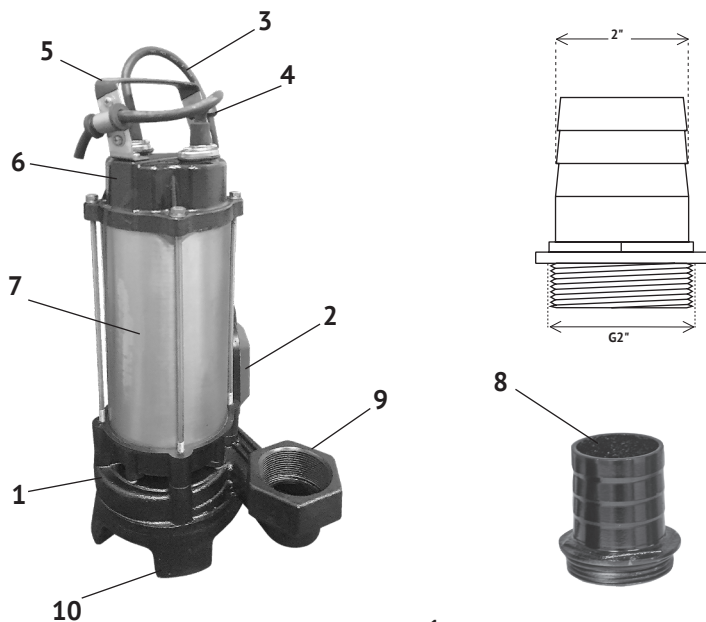
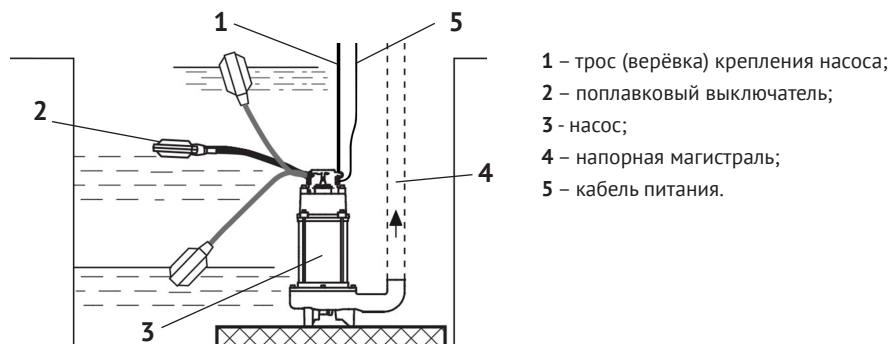

рис. 1
рис. 3
4.1 Общий вид насоса представлен на рис.1
Корпус двигателя (рис.1 поз.7) из нержавеющей стали закреплён между чугунными корпусом насоса (рис.1 поз.1) и крышкой (рис.1 поз.6). Такая конструкция обеспечивает долговечность эксплуатации насоса. Насос подключается к сети кабелем питания со штепсельной вилкой с заземляющим контактом. Насос начинает работу при подключении к сети питания. Термопротектор в обмотке статора отключает насос при повышении температуры обмоток.
Переходной штуцер (рис.1 поз.8) имеет соединение «ёлочка» для подключения шланга напорной магистрали.
6.2 Вкрутите в выходной патрубков (рис.1 поз.9) переходной штуцер (рис.1
6.4 Для установки других пределов регулировки, следует изменить “вылет” поплавка относительно зажима крепления (рис.1 поз.4) на крышке корпуса двигателя (рис.1 поз.6). Проверьте, что уровень воды в пределах поля регулирования по отношению к перекачиваемому объёму, не потребует от насоса 30-ти и более включений в час. Частые коммутации выключателя сокращают срок службы насоса.
6.5 Привяжите верёвку (трос) к рукоятке (рис.1 поз.5) насоса. Кабель питания (рис.3 поз.5) можно закрепить на этой верёвке.
6.6 Резервуар (ёмкость) размещения насоса должен иметь размеры, соответствующие размерам насоса вместе с полем свободной регулировки поплавкового выключателя (рис.3 поз.2).